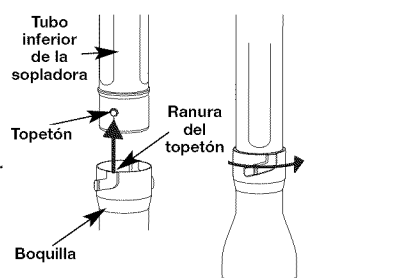

Fig. 4
3. Inserte el tope del tubo inferior de la sopladora en la ranura de tope de la boquilla (Fig. 4).
4. Mientras que sostiene el tubo más bajo del soplador, tuerza el inyector a la derecha hasta que se traben en lugar (Fig. 4).